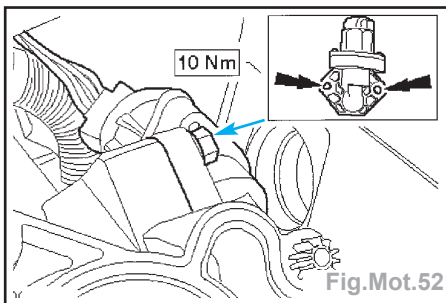

Fig.Mot.52
- Détacher l'électrovanne de commande de ralenti du collecteur d'admission (flèches) (Fig.Mot.52).